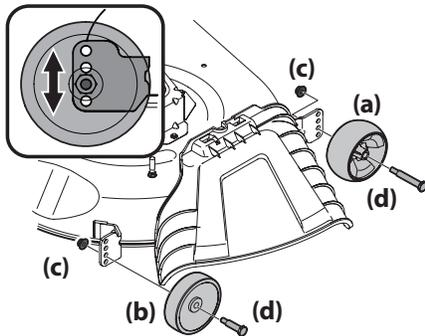

Figure 12
- Retirez les écrous autobloquants (c) et les boulons à épaulement (d) qui fixent les roues au plateau de coupe, puis enlevez les roues avant (a) et arrière (b) du plateau de coupe. Voir Figure 12.